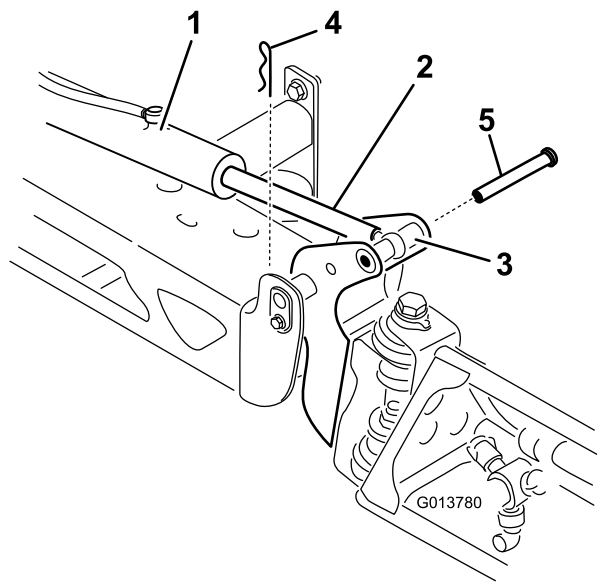

Figura 65
2. Retire o contrapino do pino de articulação (Figura 65).
3. Eleve rampa e retire o pino (Figura 65) e lentamente baixe a rampa para o solo.
7. Enquanto segura na rampa, insira o pino através da articulação da rampa e da barra do acionador (Figura 65).